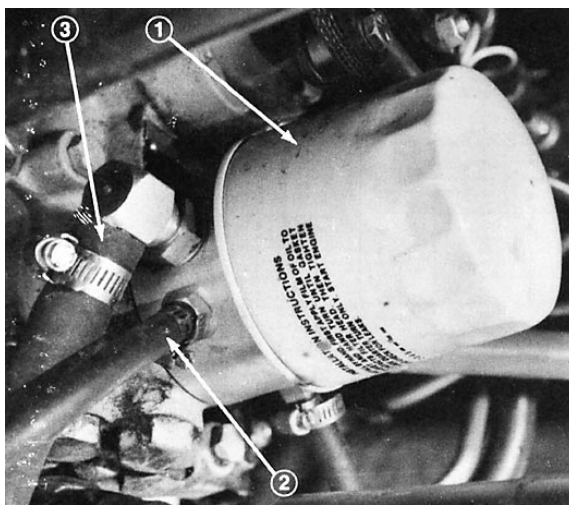

Fig. 29
3. Rengjør området rundt det hydrauliske oljefilteret og ta ut filteret (fig. 29).